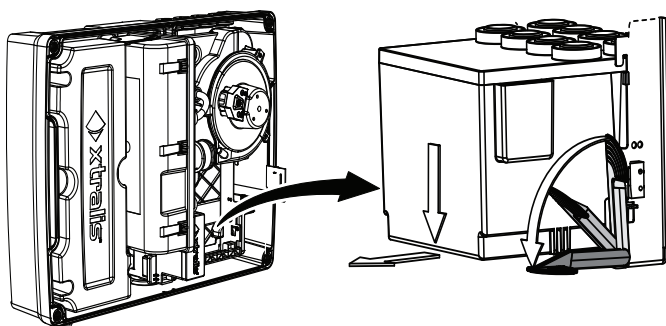

Figure 7-5: Dépose du filtre intelligent
4. Déposez le filtre intelligent (Figure 7-5). Pour plus d'informations, reportez-vous à la section 7.3, page 55.